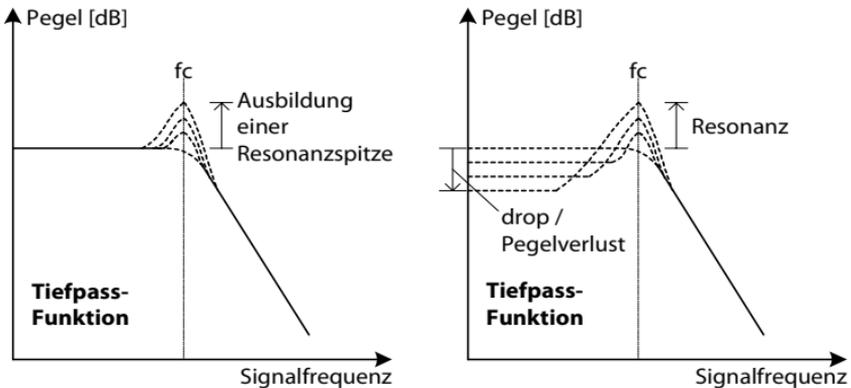

Abb. 5
**RESO:** Die Einflussgrößen, die auf den VCF Parameter RESO wirken, verändern die Eigenresonanz des Filters. Das Filter beginnt mit größer werdender Resonanz selektiver zu werden bzw. diejenigen im Eingangssignal enthaltenen Frequenzen, die mit der eingestellten Resonanzfrequenz (FREQ) übereinstimmen, gegenüber alle anderen Frequenzen zu betonen. Das Potentiometer *Reso* erlaubt einen Einstellbereich von keiner Betonung ( $Reso = 0$ ) bis zur Selbstoszillation ( $Reso = 10$ ). Der Einsatzpunkt der Selbstoszillation hängt ein wenig von **Emph** ab (s. unten), er liegt etwa zwischen Stellung  $Reso = 6$  (für  $Emph = 1$ ) und 8 (für  $Emph = 0.3$ ). Abb. 5 zeigt am Beispiel der Tiefpassfunktion die Auswirkung der *Resonanz* und des *drop's* (s. weiter unten).
**Drop:** Auch diese Funktion ist nicht alltäglich. Mit „Drop“ ist ein bei VCF's öfters anzutreffender und manchmal auch ärgerlicher Umstand der Signalabschwächung (Verstärkungsverlust) im Durchlassbereich bei Tiefpässen gemeint, die immer dann einsetzt wenn die *Resonanz* erhöht wird. Je höher also die Resonanz eingestellt wird desto schwächer wird das Signal im Durchlassbereich. Mit dem Potentiometer *Drop* kann dieser Effekt vollständig kompensiert werden. Die Durchlassverstärkung in diesem Fall lässt sich zwischen -12 db und 0 db einstellen (s. auch Abb. 5 oben).